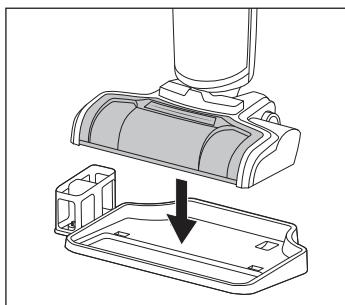

Fig. 45
- ◆ Puneți aparatul pentru depozitare pe tava de depozitare **1** a stației de parcare și curățare (a se vedea fig. 45).